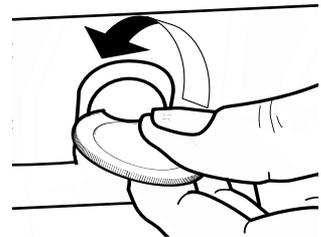

Fig. 4
1. Retirez les vis et les plaques correspondantes à droite et à gauche à l'aide d'une pièce de monnaie ou d'un outil (fig. 4).